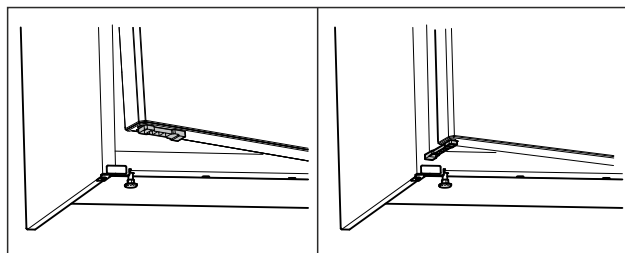

Fig. 70 *
- ▶ Rotiți limitatorul de deschidere a ușii cu 90°. (vezi Fig. 70) *